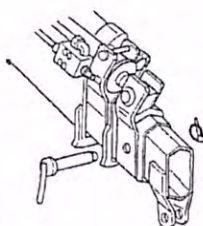

Fig.2
- 2) Auf einer stabilen Fläche absetzen und die Anschlagseile abnehmen (Abb.2)
- 2) Togliere il perno di blocco Fig.2
- 2) Remove the locking pin Fig.2
- 2) Den Sperrzapfen entfernen, s. Abb. 2.